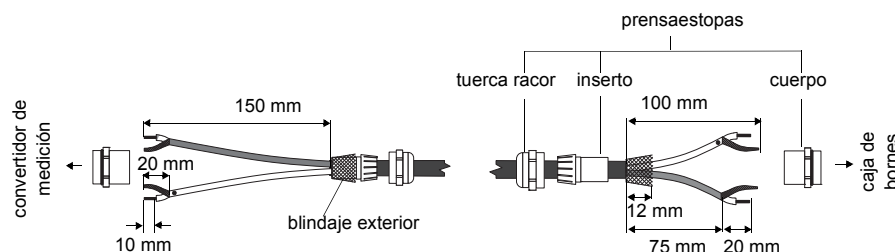

Fig. 7.3: Confección del cable de prolongación
- Abrir el prensaestopas. El inserto se quedará en la tuerca racor (véase Fig. 7.3).
- Presionar la tuerca racor junto con el inserto sobre el cable de manera que el extremo delgado del inserto quede al ras con la cubierta exterior del cable (véase Fig. 7.3).
- Fijar el prensaestopas enroscando la tuerca racor en el cuerpo (véase Fig. 7.3).
- Hacer pasar el cable de prolongación a través de la tuerca racor, el inserto y el cuerpo del prensaestopas (véase Fig. 7.3).